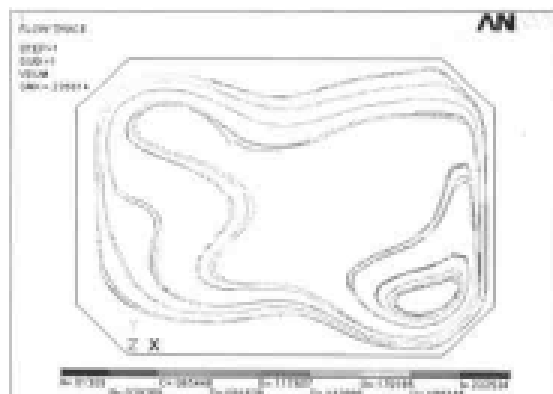

图 14-59 粒子轨迹显示的速度等值线
(9) 选择 Main Menu | General Postproc | Plot Results | Plot Flow Tra 命令，出现 Plot Flow Trace 对话框。在 Item to be contoured along trace 的两个列表框中分别选择 DOF solution、Velocity VSUM 选项，在 Numtr Valid trace point number 文本框中输入 4，在 Mxloop Max number of loops 文本框中输入 100，单击 OK 按钮，ANSYS 显示窗口显示如图 14-59 所示的粒子轨迹显示的速度等值线图。